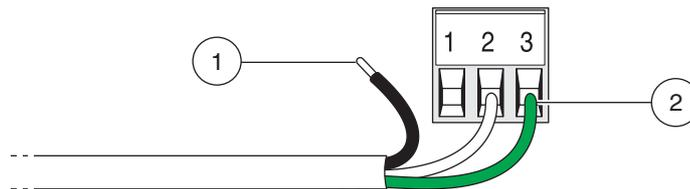

Abbildung 24 Richtige Vorbereitung der Drähte
- 2.3 Entfernen Sie die Ummantelung an den Enden des Netzkabels. Isolieren Sie das Kabel ca. 1 cm (1/4 Zoll) ab wie in Abbildung 24 gezeigt.